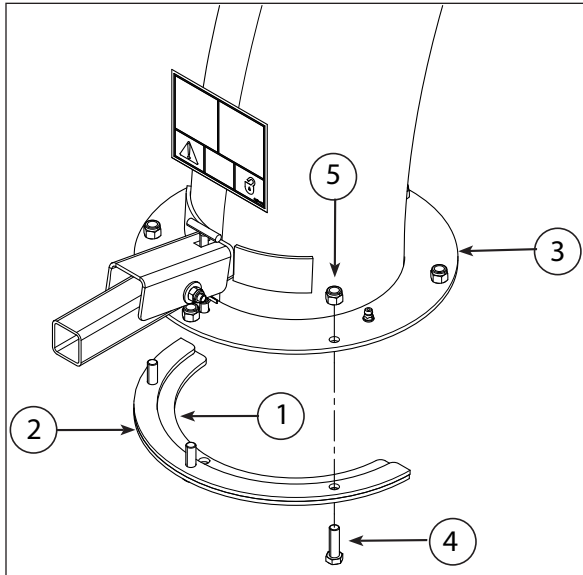

Figura 2.7 - Montaje del tubo de descarga
1. Coloque un anillo de fijación(1) y un anillo de intermediario (2) a la base del tubo de descarga(3) con tres pernos(4) de 3/8 x 1 1/4 pulg. (10 mm x 32 mm) y tuercas con cubierta de nylon(5). Apriete dejando un espacio libre de 1/16 pulg. (2 mm) para ayudar en el montaje a la brida. Ver Figura 2.7